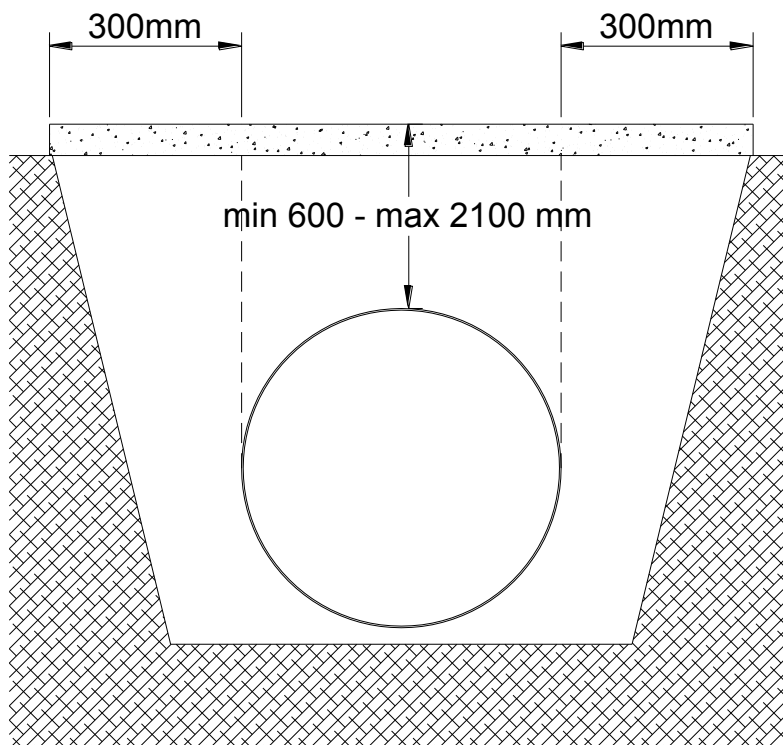

Figura 5 Soletta (se necessaria)- min e max profondità di interro
- La soletta di rinforzo carrabile deve essere realizzata in maniera idonea, al fine di poter sostenere il carico del traffico veicolare, mantenendo inalterate le proprie caratteristiche. Le dimensioni della soletta di rinforzo in cemento, devono estendersi per almeno 300 mm, oltre la tangente perpendicolare al manufatto, su entrambe i lati del manufatto stesso (Figura 5).